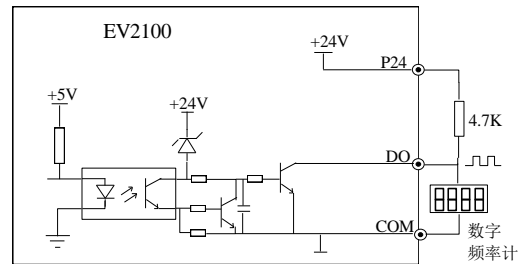

图3-29 输出端子DO连接方式1
③数字脉冲频率输出DO可使用变频器内部的24V电源，接线方式请参见图3-29。